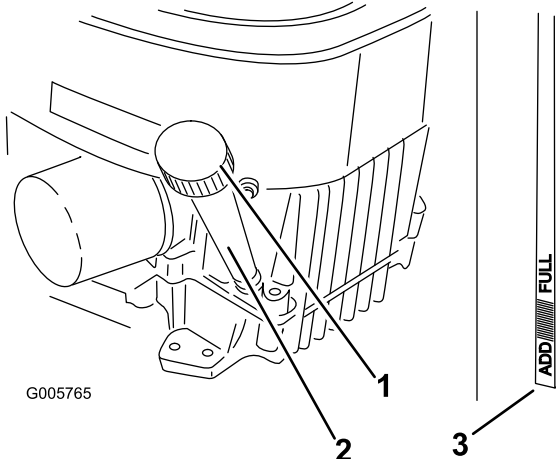

Bild 35
4. Reinigen Sie den Bereich um den Ölpeilstab (Bild 35), damit kein Schmutz in den Einfüllstutzen gelangen und den Motor beschädigen kann.
5. Schrauben Sie den Ölpeilstab heraus und wischen Sie das Metallende ab (Bild 35).
9. Wechseln Sie den Ölfilter bei Bedarf (Bild 35).
10. Reinigen Sie den Bereich um den Peilstab und drehen den Verschlussdeckel ab (Bild 35).
11. Gießen Sie ca. 80 % der angegebenen Ölmenge langsam in den Einfüllstutzen (Bild 35).